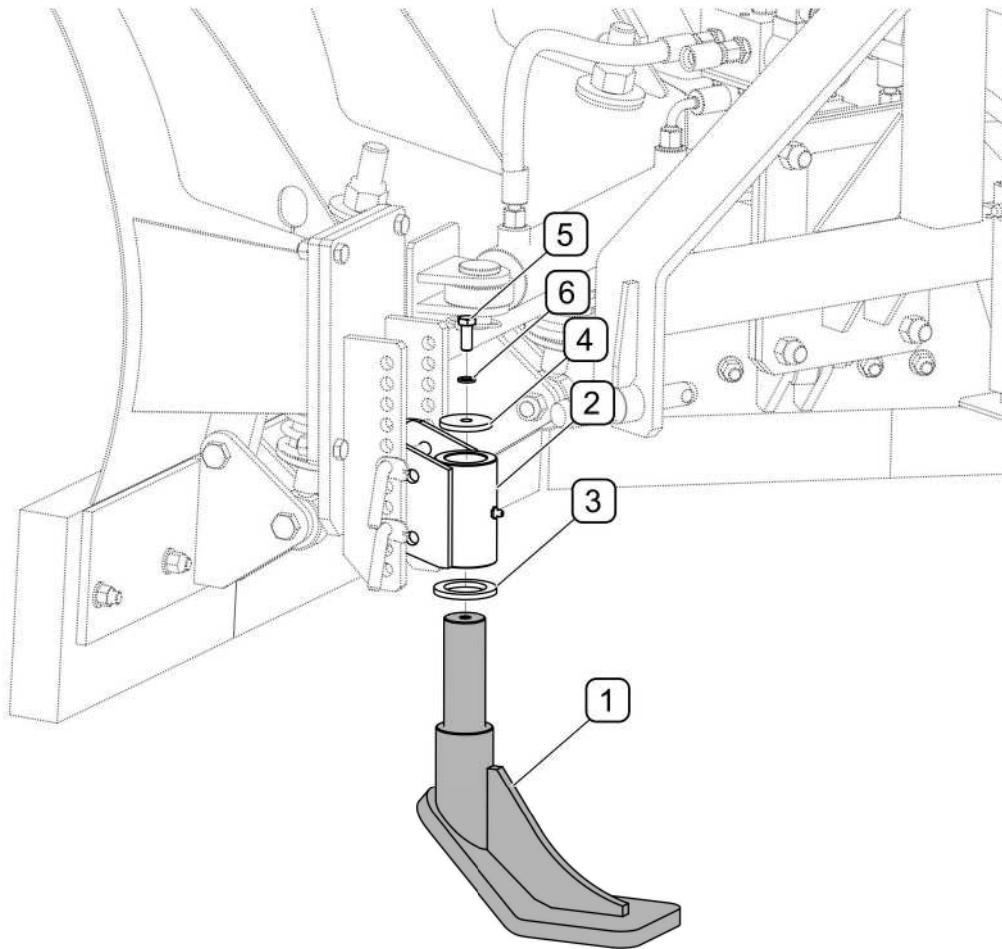

ABBILDUNG 5.2 Austausch der Gleitfüße (Option)
Wenn die GleitfüÙe stark abgenutzt oder beschädigt sind, müssen diese gegen neue ausgetauscht werden (ABBILDUNG 5.2). Den Pflug anheben und mit ausreichend stabilen Stützen abstützen. Wenn der Pflug an der vorderen Dreipunktaufhängung befestigt ist, muss er zusätzlich gegen Herabfallen gesichert und der Schlepper abgeschaltet werden (Motor abstellen und Feststellbremse anziehen). Die Schraube (5) herausschrauben und den Fuß (1) aus der Aufnahme (2) herausziehen. Den Fuß und die übrigen Elemente auf Beschädigungen und übermäßigen Verschleiß prüfen. Die Auflistung der Teile des Gleitfußes einschließlich der Katalognummern in TABELLE 1.3 dargestellt.